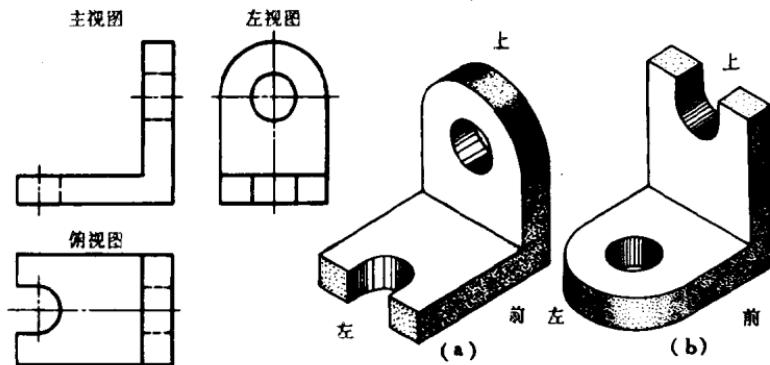

图 1-15 支架的三视图 图 1-16 根据视图特点, 摆正支架的位置
现以图1-15支架的视图为例，说明怎样对着实物看图。
1. 识图名 根据视图间的位置关系，可定出各图的名称，见图1-15上的文字说明。
根据图1-15主视图图形特点，可把支架摆成图1-16(a)、(b)两种位置。粗看好象都行，但仔细对照，发现图1-16(b)的圆孔只对着图1-15主视图上一条直虚线，缺口却对着两条虚线，说明图1-16(b)的摆法不对。图1-16(a)的摆法和图1-15的主视图都对得上。对上以后，还要进一步核对其它视图。按照图1-16(a)的摆法和图1-15的俯视图对照，缺口在左边，圆孔轮廓在右边，可以完全对上。左视图请读者自行核对。